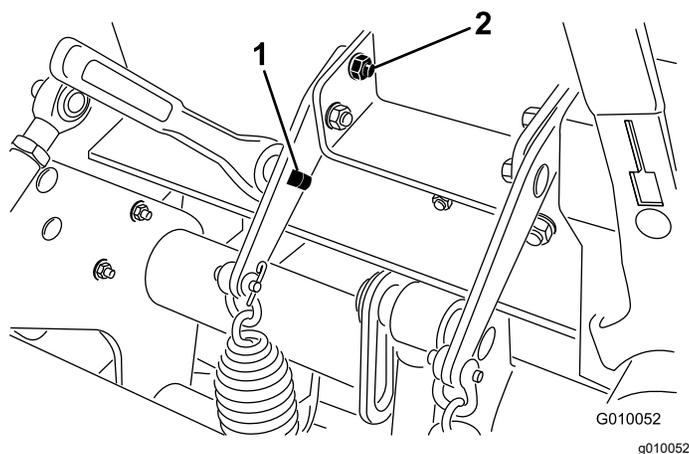

Figure 28
3. Insérez un manche à rochet de ½ pouce ou une barre de levier dans le trou carré du support de ressort (Figure 28).